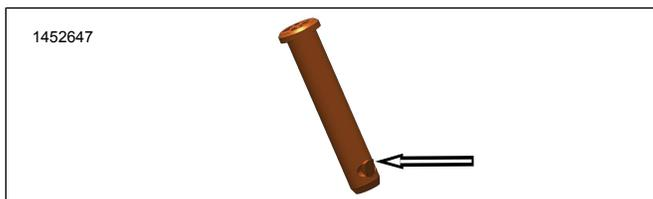

Figura 2. Lengüeta de bloqueo del pasador de horquilla
1. Retire el pasador de horquilla del taco apoyapiés del motociclista (A).
- a. Figura 2 Busque la lengüeta de bloqueo.